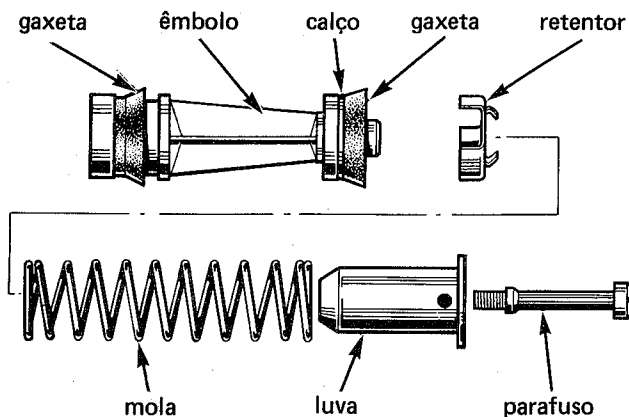

fig. 48
4. Remover o conjunto do êmbolo primário (fig. 48)